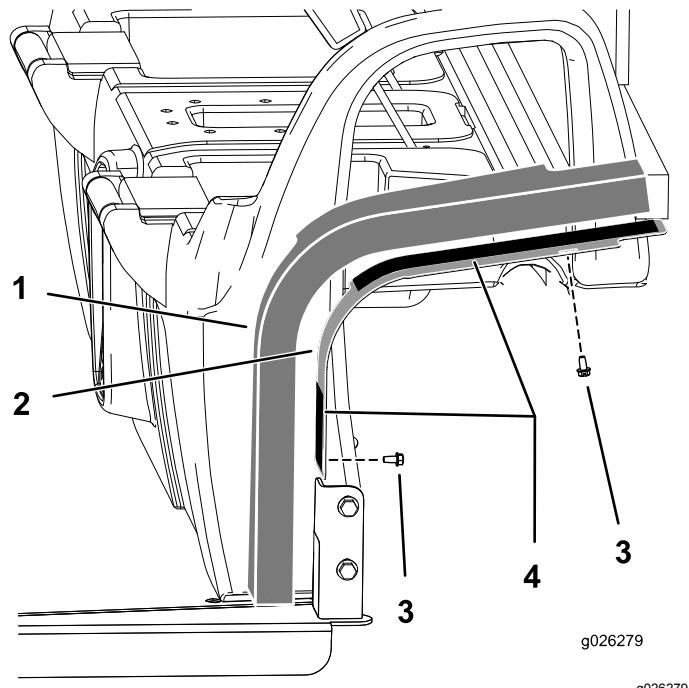

Figura 6
1. Fissate le piastre di montaggio sulla cabina utilizzando 4 bulloni (1/4") come mostrato in Figura 6.
3. Rimuovete la carta dal nastro biadesivo sulle piastre di montaggio (Figura 6).
4. Installate i pannelli in schiuma sul gruppo (Figura 6).